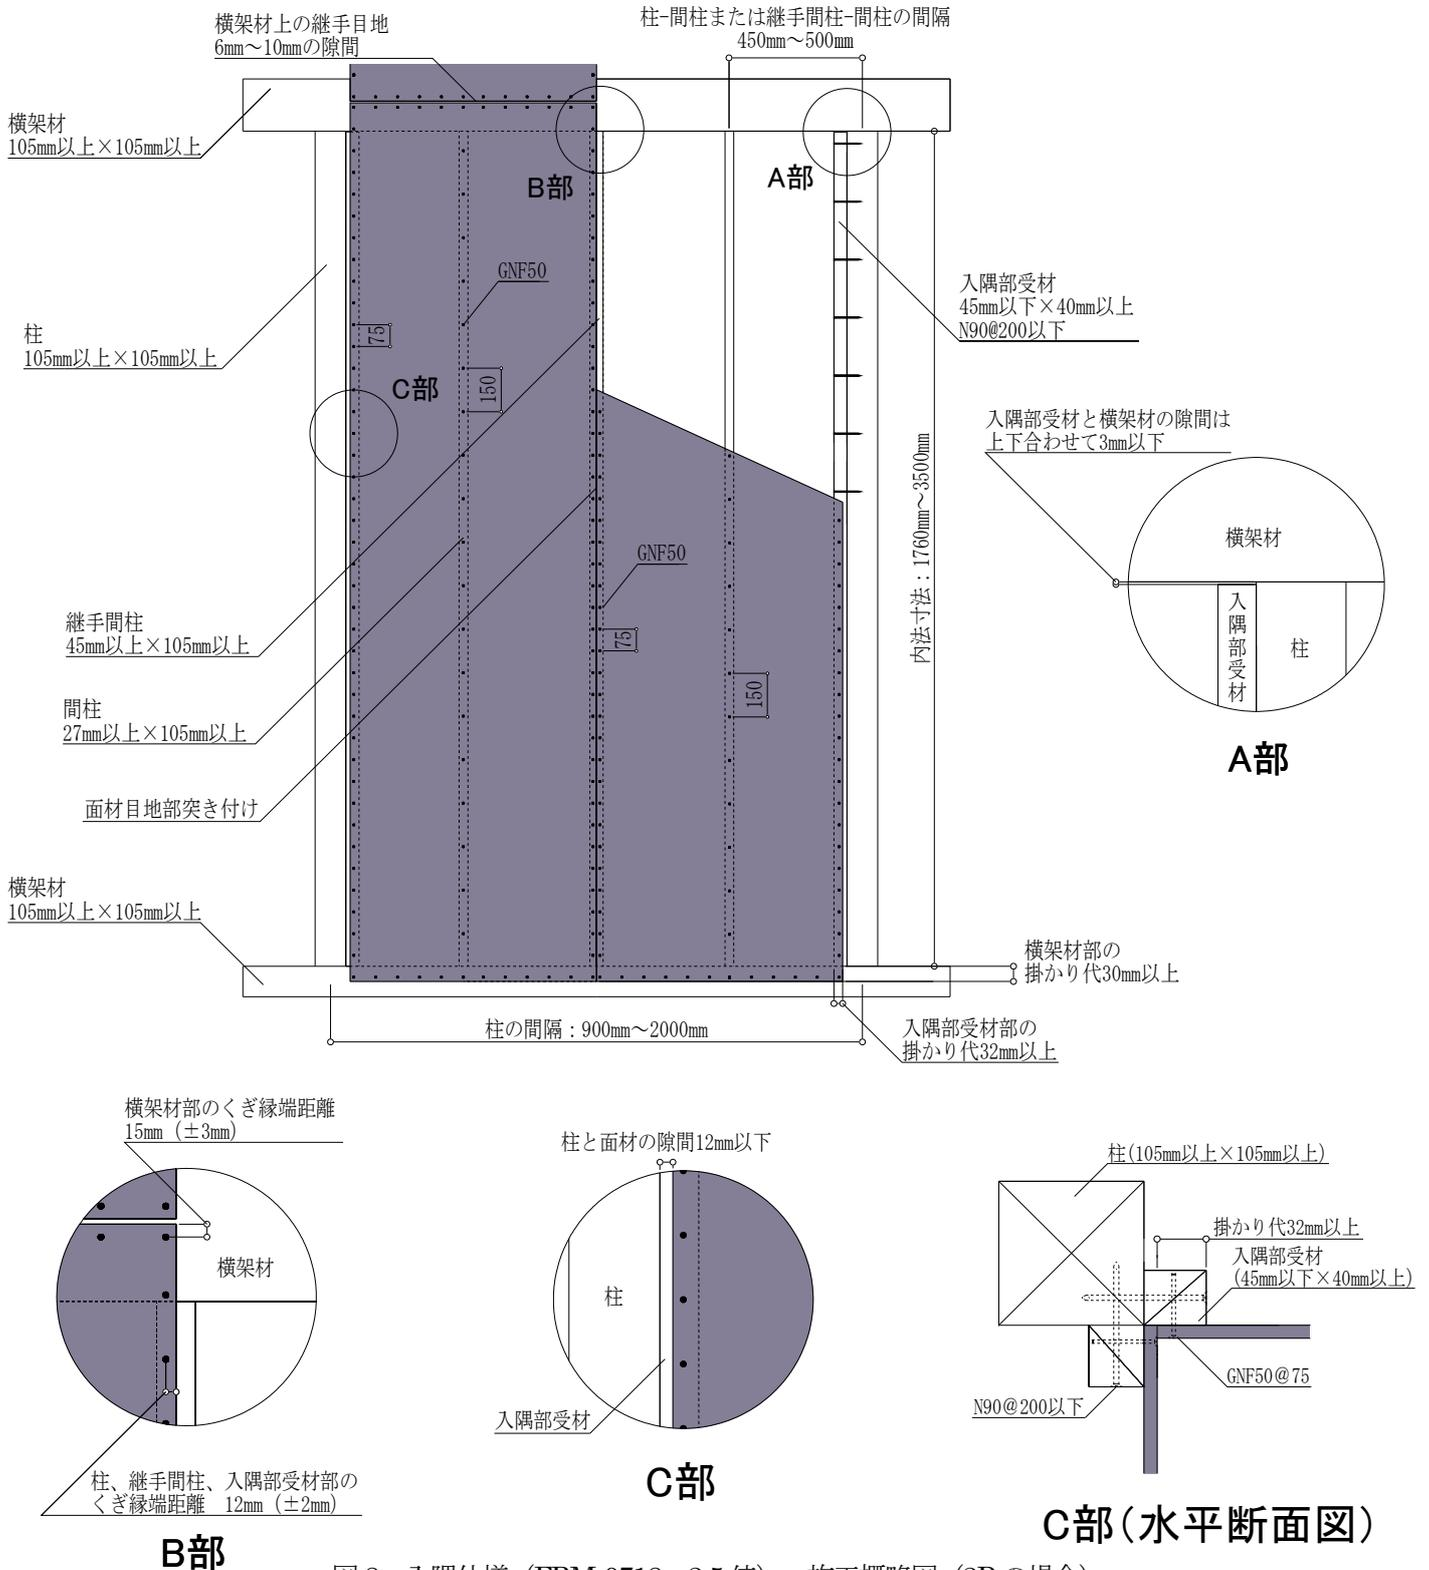

図8 入隅仕様 (FRM-0718 : 2.5倍) 施工概略図 (2Pの場合)
施工においては、図8および注意事項に記載の内容を遵守してください。
- ・タイガーEX プログレは、原則1枚張りとします。縦継ぎ張りについては、P25「⑧縦継ぎ張りについて」をご確認ください。
- ・図8は2Pの施工例となっておりますが、1Pの場合も耐力壁とできます。